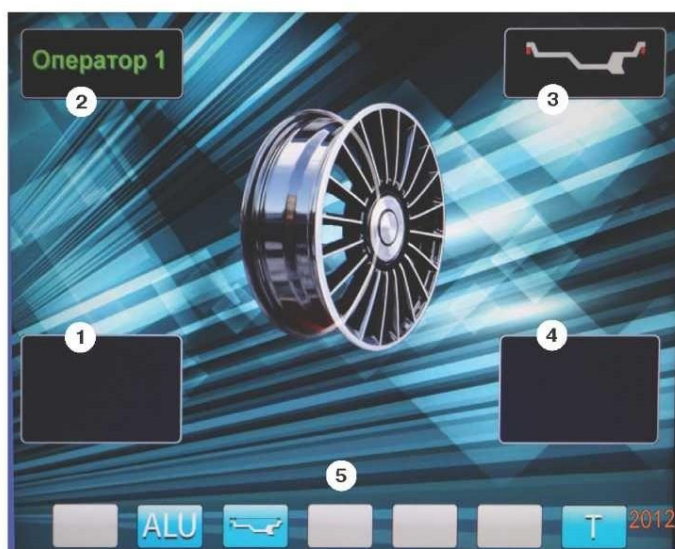

рис.8.2.
8.3. После включения питания СБ на экране монитора отображается фирменная заставка, которая через несколько секунд сменяется отображением экрана основного рабочего режима (рис. 8.2).
12.2. При включении СБ программа измерения дисбаланса настраивается таким образом, что дисбаланс менее 5 г (заводская установка) на любой плоскости коррекции не показывается, в этом случае в окнах 1 и 4 (рис. 8.2) высвечиваются «OK». Минимальный дисбаланс отображающийся в окнах 1 и 4 равен 5 г. Дисбаланс, превышающий 5 г, округляется до величины кратной 5, т. е. дисбаланс 9, 10, 11 и 12 г отображается цифрой 10, дисбаланс 13, 14, 15, 16 и 17 г - цифрой 15 и т. д. Для просмотра неокругленного значения дисбаланса или дисбаланса менее 5 г. необходимо нажать кнопку «<<», при этом в окнах 1 и 4 на 2-3 сек высвечиваются фактические значения дисбаланса, определенные в данном запуске.
12.3.4. Для проверки результатов балансировки снова запустите СБ. Если колесо отбалансировано правильно, на индикаторах 1 и 4 (рис. 8.2.) отображаются символы «ОК».